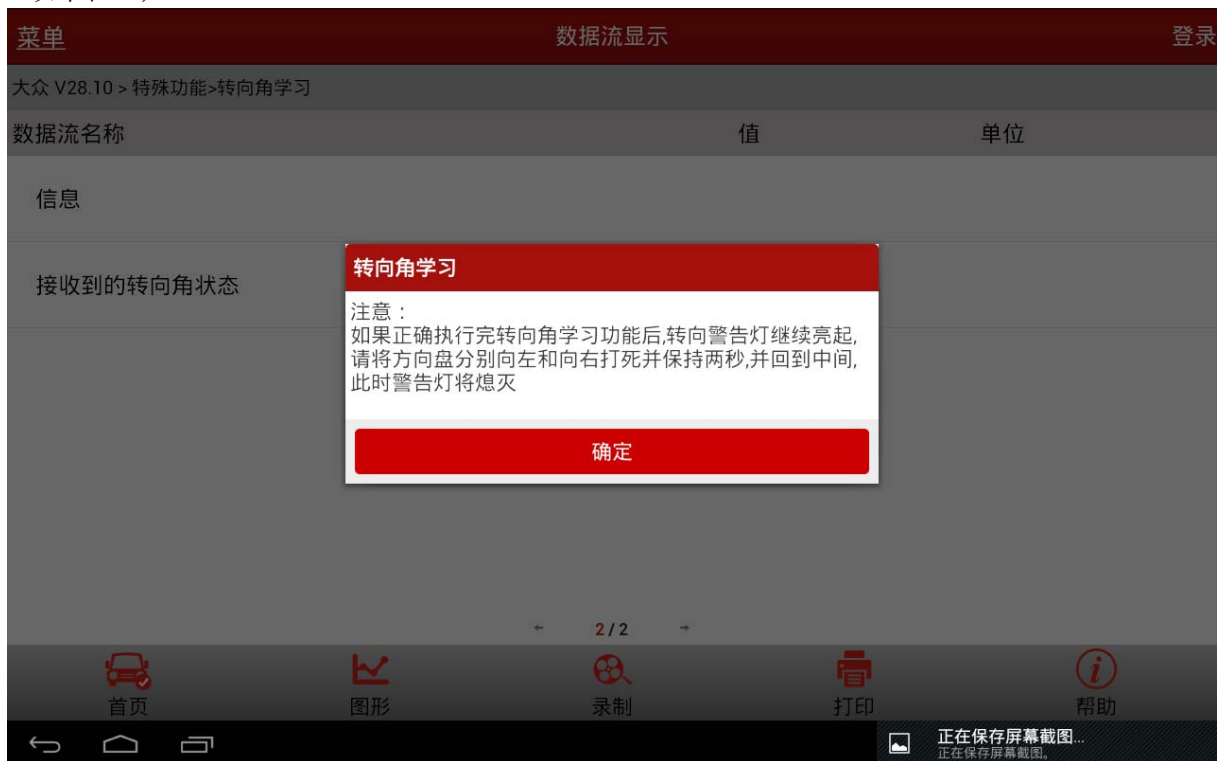

图 16
- 10). 认真操作,注意提示,将方向盘分别向左和向右打死并保持两秒,确保转向警告灯熄灭,如图 16;